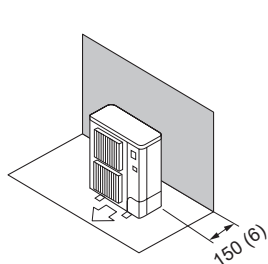

Fig. 2-6
- (1) Obstáculos sólo en la parte trasera (Fig. 2-6)